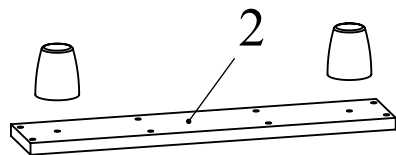

Рис.3
2. Прикрутить конфирматами опоры к детали 2 (Рис. 3).